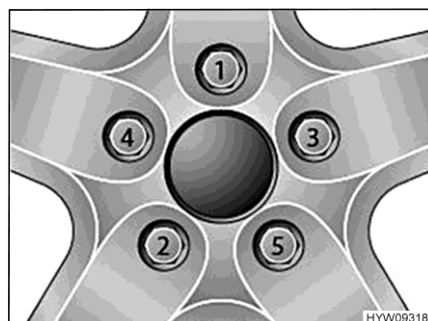

Fig. 143 Serraggio a croce di dadi delle ruote e bulloni delle ruote
- Serrare i dadi delle ruote o i bulloni delle ruote nell'ordine riportato in Fig. 143. A tale scopo, utilizzare una chiave dinamometrica e rispettare la coppia di serraggio indicata (vedi paragrafo 14.5).
- Controllare regolarmente il serraggio dei dadi o dei bulloni. Regolare il serraggio dei dadi delle ruote o dei bulloni delle ruote di una ruota sostituita dopo circa 50 km. A tale scopo, procedere seguendo l'ordine indicato in Fig. 143.
- Se si utilizzano cerchioni nuovi o riverniciati, regolare il serraggio dei bulloni o dei dadi dopo altri 1000 - 5000 km. A tale scopo, procedere seguendo l'ordine indicato in Fig. 143.